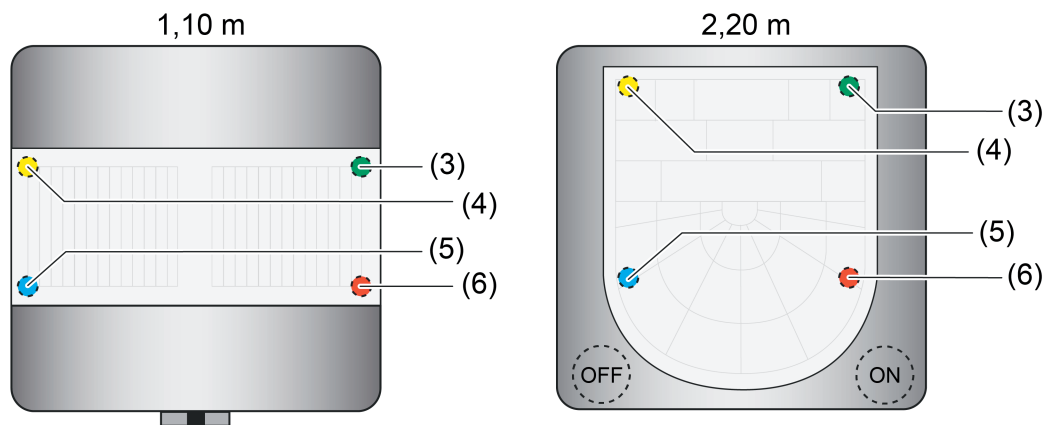

Bild 34: Anordnung der LED zur Anzeige der Betriebszustände
Hinter der PIR-Linse sind 4 LED positioniert, die den Betriebszustand des Geräts signalisieren. Bedarfsweise kann für den ersten Funktionsblock eine aktive Betriebsart "ON" durch eine grüne LED (3) und eine aktive Betriebsart "OFF" durch eine gelbe LED (4) zur Anzeige gebracht werden (Bild 34). Ob die Anzeige der Betriebsarten durch die LED erfolgt, wird für "ON" und